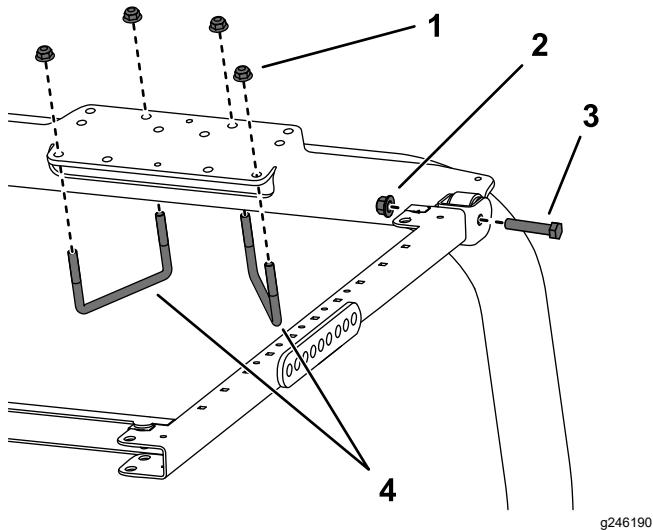

Figura 31
7. Posicione o suporte de montagem do ROPS na parte superior da barra de segurança da unidade de tração (Figura 31). Certifique-se de que a barra de segurança está centrada no suporte de montagem do ROPS.
8. Utilizando os furos de montagem mostrados na Figura 31, prenda cada suporte de montagem do ROPS na parte superior da barra de segurança com duas cavilhas em U (4 1/2 pol. x 2 3/4 pol.) e quatro porcas flangeadas.